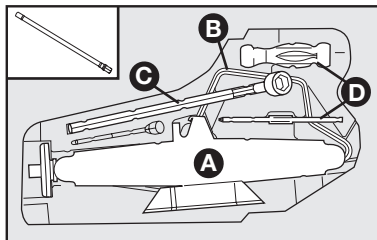

fig. 5
- Retirar o macaco **A-fig. 5**, a alavanca de acionamento do macaco **B-fig. 5**, chave de rodas **C-fig. 5**, chave de roda **D-fig. 5** e a chave extensora (detalhe-**fig. 5**), localizada atrás do macaco.